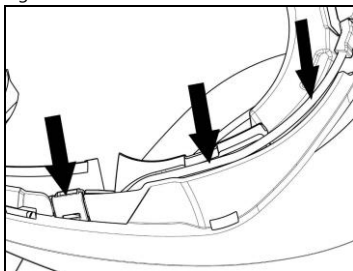

Fig. 13
- Pasar el cable dentro del casco y colocar el cierre de fijación de la derecha en su alojamiento (Fig. 13).